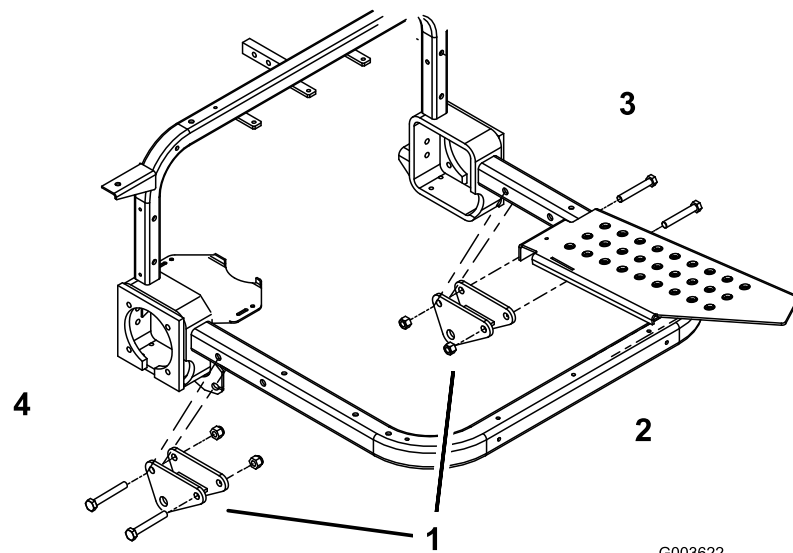

Bild 2
2. Befestigen Sie eine Befestigungshalterung mit zwei Schrauben (1/2" x 3-1/2") und Sicherungsmuttern (1/2") lose an den Rohren der rechten und linken Fußplattform. Positionieren Sie die Befestigungshalterung und die Schrauben, wie in Bild 2 dargestellt.